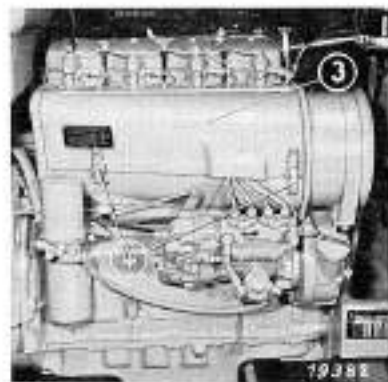

Figure 79
Pour accéder aux ailettes de refroidissement: déposer le capot guide d'air (3) après avoir détaché les agrafes (4) (côté pompe d'injection), puis enlever la tôle défectrice (6) (côté échappement) après avoir enlevé les vis 6 pans (5) servant à la fixation. Fig. 79/80.